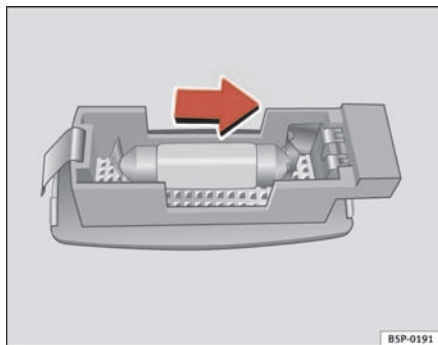

Abb. 192 Ausbau der Leuchte in der Sonnenblende
- Das Lampenglas mit einem Schraubenzieher vorsichtig an der Vertiefung heraushebeln, wie dies der Pfeil zeigt. ⇒ **Abb. 192.**
⇒ **Abb. 192** ■